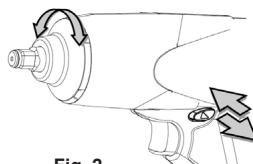

Fig. 2
4. Per invertire la macchina (vedere Fig. 2), utilizzare l'asta avanti / indietro sull'unità dell'avvitatore. Le direzioni di rotazione sono indicate anche sulla faccia della barra.